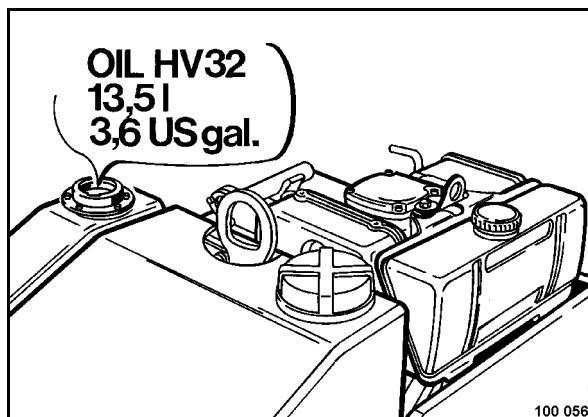

Fig. 85
- Cargar nuevo aceite hidráulico (Fig. 85), para esto no se debe sacar el elemento filtrante del filtro tamiz.